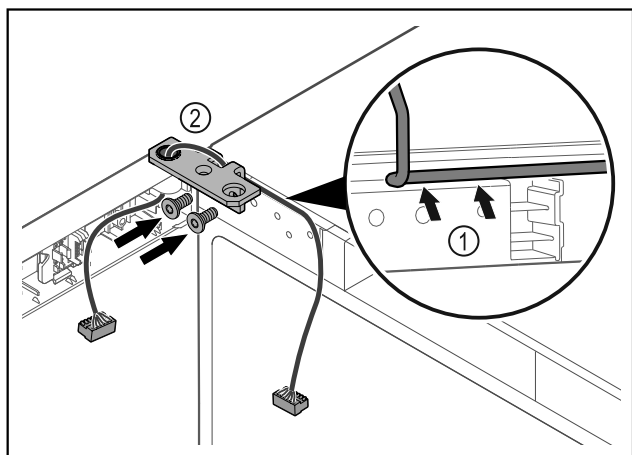

Fig. 47
- ▶ Kabel speljite skozi izrez tečaja kotnika in ga previdno zložite Fig. 47 (1).
- ▶ Privijte kotnik tečajev vrat Fig. 47 (2).